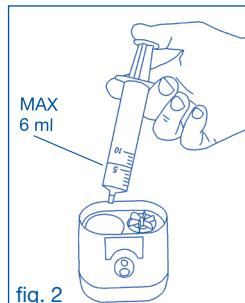

fig. 2
2. Versez la dose de médicament (Max. 6 ml) dans la cuvette prévue à cet effet (si vous utilisez la seringue enlevez auparavant l'aiguille) (fig. 2); il est recommandé de diluer le médicament au moins jusqu'à 4 ml avec une solution physiologique pour optimiser la nébulisation.